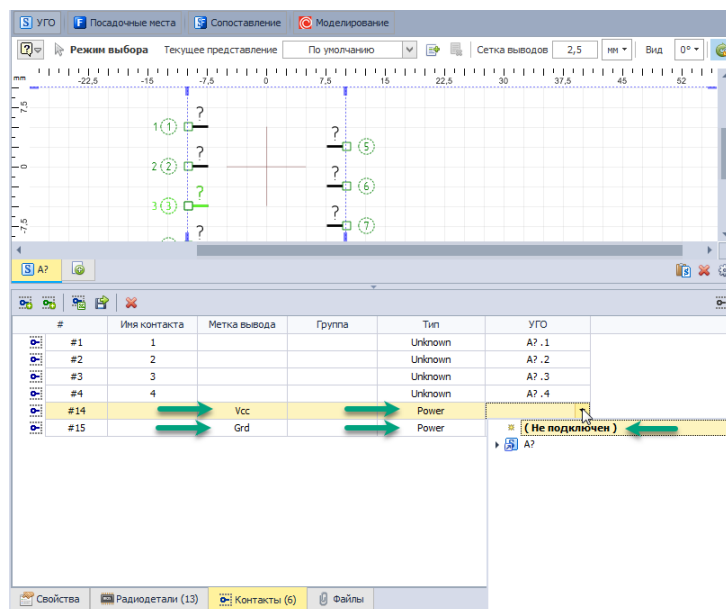

Рис. 277 Создание скрытых контактов
2. Задайте для данных контактов тип «Power», см. Рис. 277.